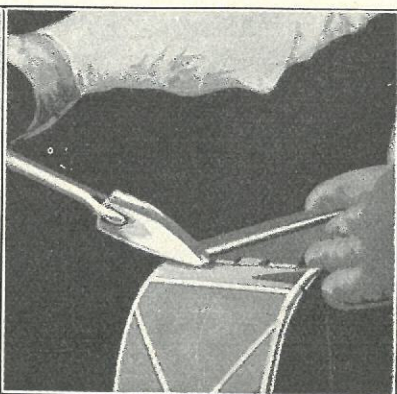

Fig. 420
- 850** Bundtanken samles med den nye Kølerblok som forklaret i Par. 815. Sæt øverste Tank oven paa Kølerblokken og anbring øverste Tanks Støtter mod Bagkanten af Lamellerne og øverste Tanks Topplade og lod dem til Toppladen (Fig. 420). Træk Toppladen ned, indtil øverste Tanks Støtter hviler paa Kølerstøtterne, og lod dem sammen. Rens Rørene og lod dem som beskrevet i Par. 830. Anbring Overflodsrøret igen, som beskrevet i Par. 844 og 845, samt Forvæggen (se Par. 830), hvorefter Køleren er færdig til at prøves.